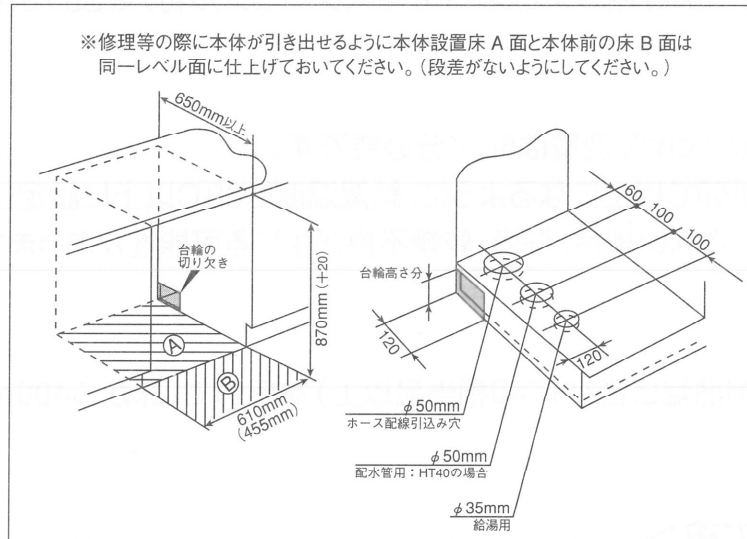

図2 (例)
- 給湯管・排水ホース・電源コードの引き込み用に直径50mmの穴をキャビネット奥の下側に開けておきます。(P3図2参照)